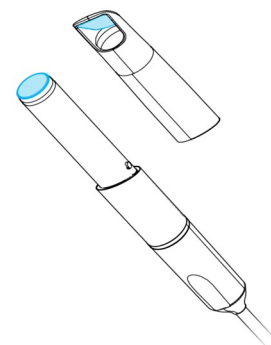

Figura 8: Limpeza da lente óptica da peça de mão e da ponteira
2. Limpe as lentes da ponteira da peça de mão usando um papel toalha embebido em álcool (consulte *Figura 8: Limpeza da lente óptica da peça de mão e da ponteira*, p. 34).
3. Limpe a lente da peça de mão (sem ponteira) utilizando um papel toalha embebido em álcool (consulte *Figura 8: Limpeza da lente óptica da peça de mão e da ponteira*, p. 34).